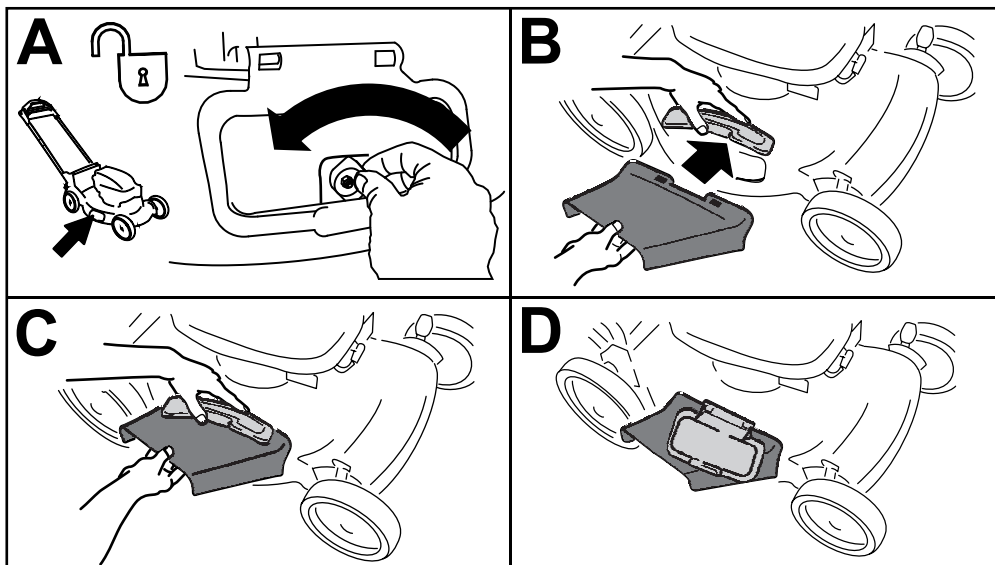

Figura 25
1. Desbloquee el deflector de descarga lateral (Figura 25, A).
2. Levante el deflector de descarga lateral (Figura 25, B).
3. Instale el conducto de descarga lateral y cierre el deflector sobre el conducto (Figura 25, B, C, y D).